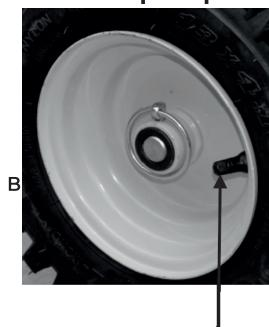

Рис. 24
- открутите пластиковый колпачок с ниппеля (рис. 24);